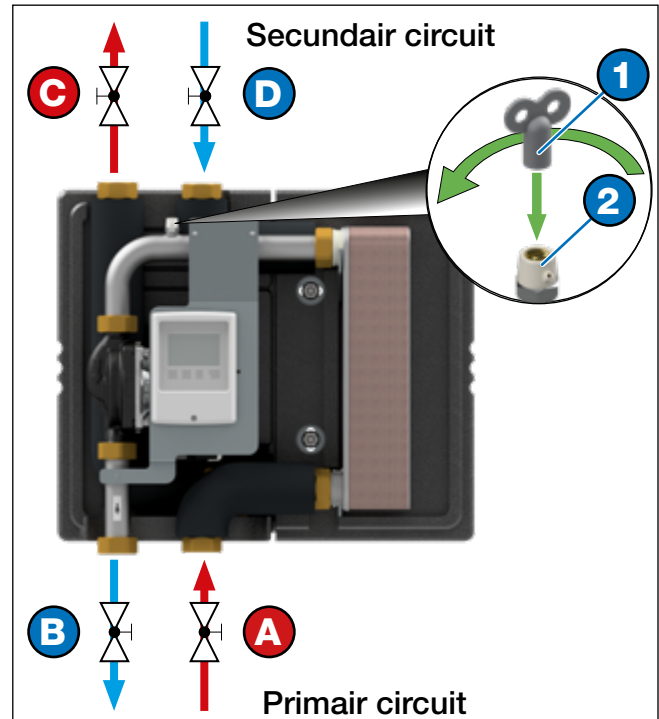

Fig. 8-4: Aansluiting van de drinkwatereenheid en ontluichtingsprocedure
- Bekijk Fig. 8-4 voor stap 8-10.
- De drinkwatereenheid is volledig geassembleerd. Bekijk Fig. 8-4 voor de volgende stappen.
2. Open de ontluichtingsklep (2) door de ontluichtings sleutel (1) tegen de klok in te draaien en houd hem open tot er geen lucht meer ontsnapt.
3. Sluit alle afsluiters (Fig. 8-4 op pagina 12).
Ontlast de druk in de drinkwatereenheid (bijvoorbeeld door de ontluchtingsschroeven open te draaien, zie Fig. 8-4 op pagina 12).